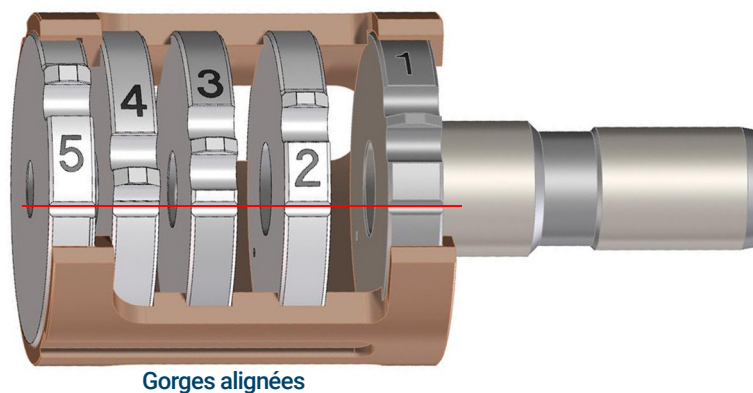

Figure 59. Ensemble lentilles de source EI HES assemblé
- 1 Monter les cinq lentilles à l'intérieur de l'isolant de lentille. (Voir **Figure 59**.)